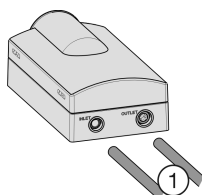

Fig. 60
- ▶ Introduzca los tubos flexibles Fig. 60 (1) hasta el tope (equivalente a la marca) en el módulo del filtro de agua superando la resistencia existente.